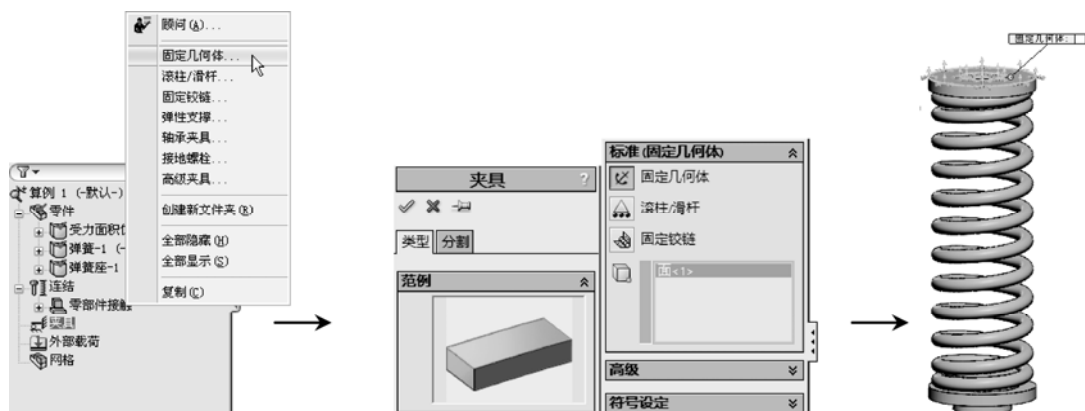

图 10-16 固定几何体操作
STEP 4 右键单击“算例”树中的“夹具”项，在弹出的快捷菜单中选择“固定几何体”菜单项，打开“夹具”属性管理器，选择装配体的上边的模型面为固定面，单击“确定”按钮将此面完全固定，如图 10-16 所示。